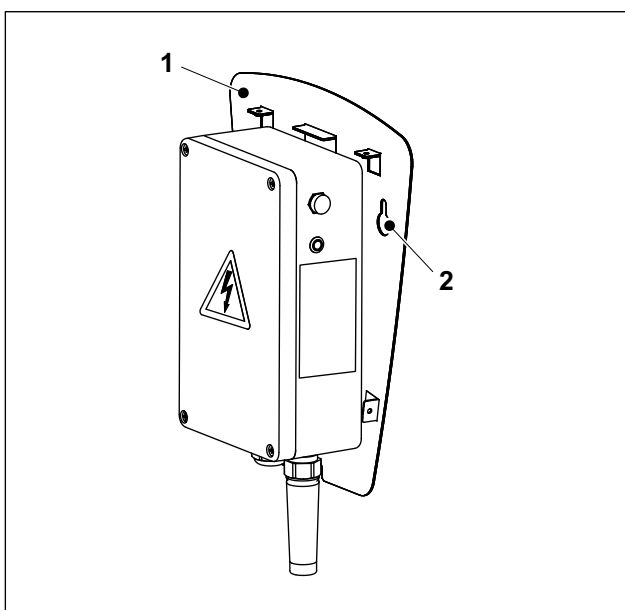
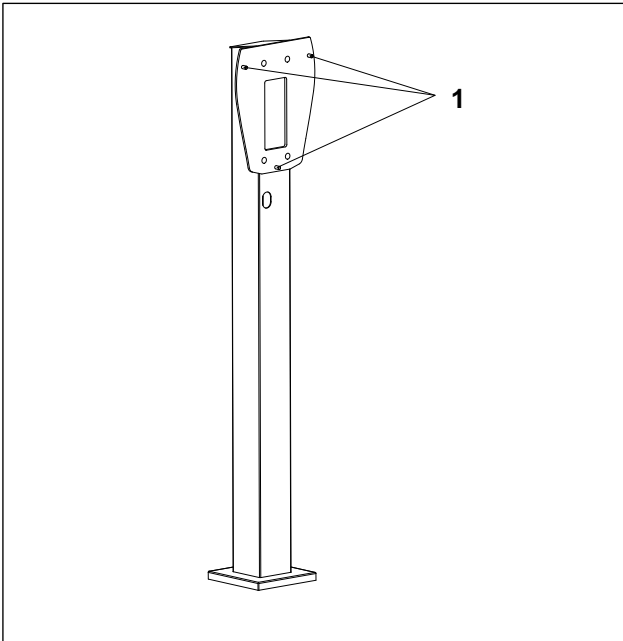

Abb. 2 Heidelberg Wallbox Home Eco, Anschraubplatte
Abb. 3 Stele mit drei Anschraubpunkten
4. Anschraubplatte (Abb. 2/1) der Wallbox in die zwei Befestigungsschrauben einhängen (Langlöcher Abb. 2/2).
1. Anschraubplatte der Wallbox (Abb. 2/1) in die drei Stehbolzen der Stele (Abb. 3/1) einhängen.
2. Die drei Muttern (Beipack Stele) auf die Stehbolzen (Abb. 3/1) aufschrauben und festziehen (ca. 12 Nm).